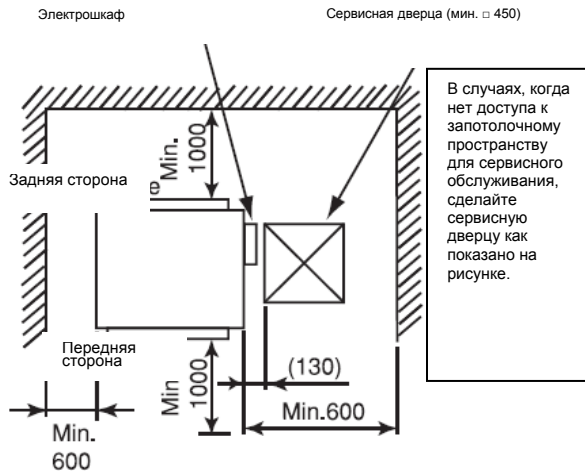

Рис. 4.1 Зоны обслуживания
- Установите блок с соблюдением соответствующих расстояний вокруг него для эксплуатации и технического обслуживания, см. рис. 4.1.